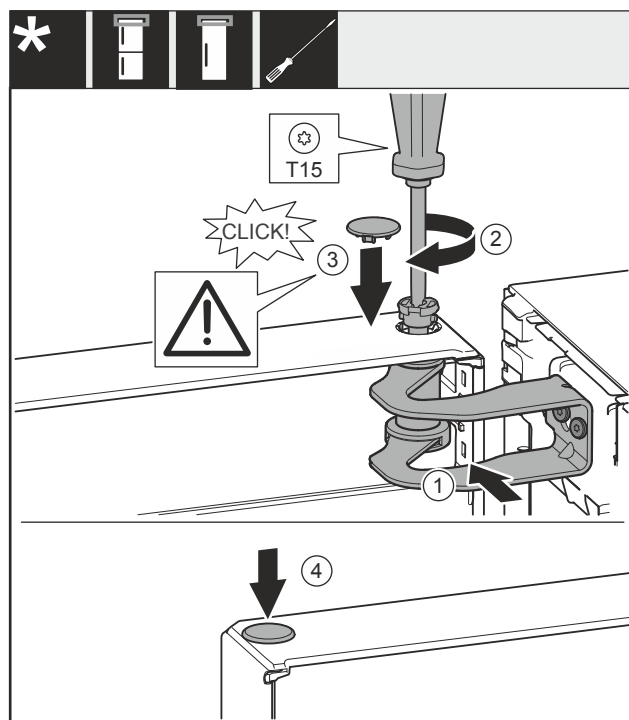

Fig. 24
- Allineare la porta all'apertura nella staffa di supporto Fig. 24 (1).
- Inserire i perni Fig. 24 (2) e stringerli con un cacciavite.
- Inserire la copertura Fig. 24 (3).
- Controllare che la copertura Fig. 24 (3) poggi sulla porta.
- Inserire la copertura Fig. 24 (4).